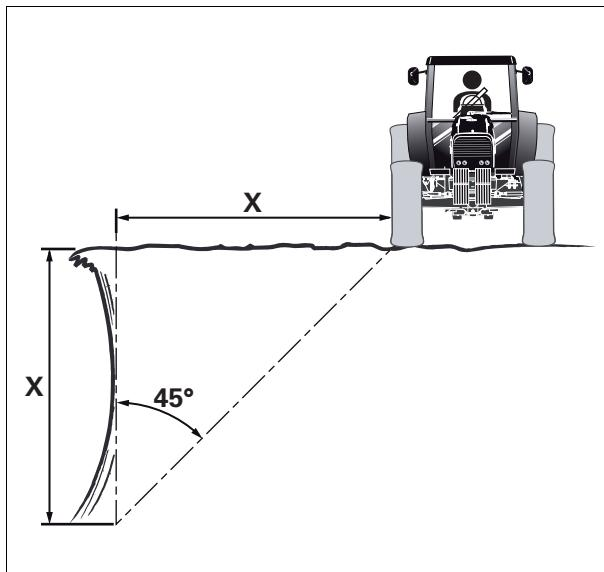

Рис. 4.
- Не выполняйте работу рядом с канавами и насыпями, так как они могут обвалиться. Трактор должен находиться от края канавы или обрыва на расстоянии, равном глубине канавы или обрыва рис. 4.